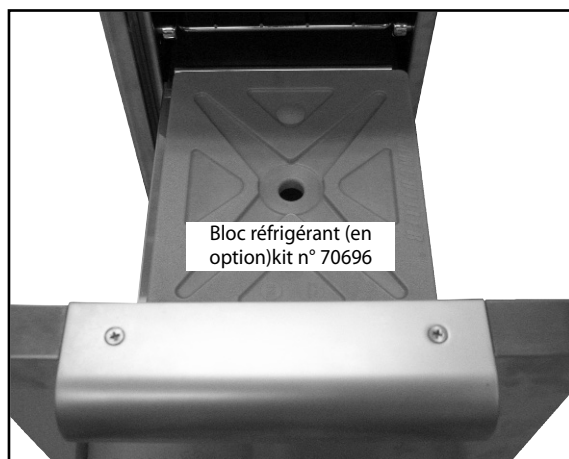

Fig. 18
3. Placez le bloc réfrigérant congelé dans le plateau en acier sur la deuxième tablette, dans la cavité appropriée du tiroir (Fig. 18).